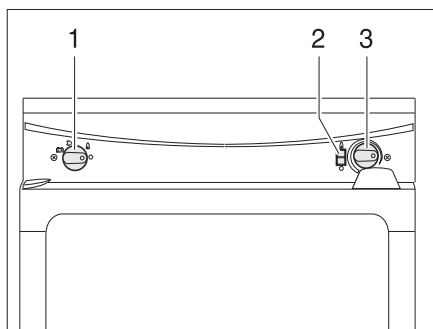

Fig. 131 Elementos de mando para el frigorífico (Thetford sin SES)
- Situar el selector de energía (Fig. 131,1) en la posición gas "🔥".
- Presionar el regulador giratorio (Fig. 131,3) y mantener pulsado. El suministro de gas está abierto. El encendido se realiza automáticamente. Se oye un sonido de tic-tac hasta que el proceso de encendido se haya llevado a cabo con éxito.
- Mantener pulsado el regulador giratorio (Fig. 131,3) hasta que el indicador de llama (Fig. 131,2) esté verde y soltarlo entonces. Al apagarse la llama, el aparato de encendido repite automáticamente el proceso de encendido.
- Situar el selector de energía (Fig. 131,1) en "○". El frigorífico está desconectado.
- Poner el selector de energía (Fig. 131,1) en funcionamiento con 230 V "⚡".
- Ajustar la temperatura de refrigeración con el regulador giratorio (Fig. 131,3).
- Situar el selector de energía (Fig. 131,1) a funcionamiento con 12 V "🔋".